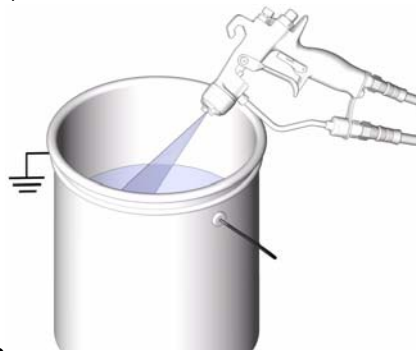

Рис. 12
5. Плотнo прижмите металлическую часть пистолета-распылителя к заземленной металлической емкости. Нажмите на пусковой механизм, чтобы сбросить давление. Смотрите Рис. 12.